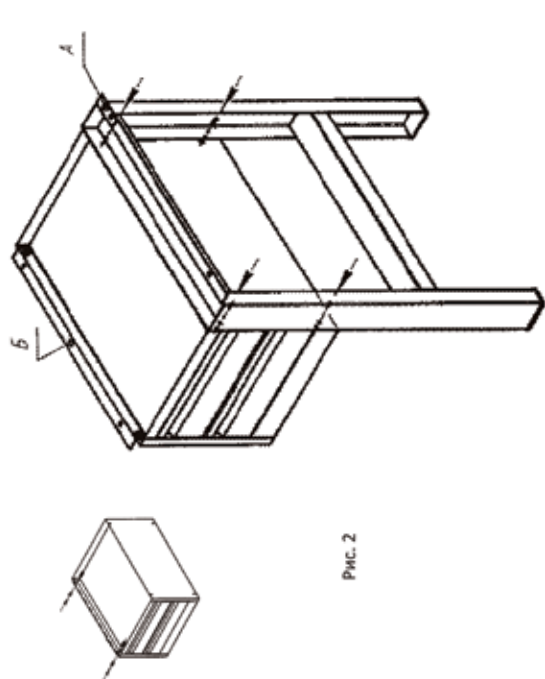

Рис. 2
1. Уголок 8 прикрепить к тумбе подвесной 2 (винт 10, гайка 13, шайба 15) со стороны противоположной креплению тумбы подвесной к опоре 2. (Рис.2).